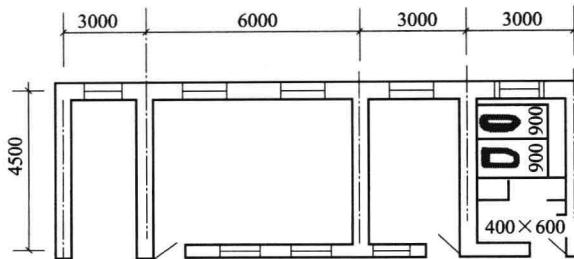

图 1-11 办公室平面图
**【例 1-11】** 某办公室平面图如图 1-11 所示，求办公室房间（不包括卫生间）整体面层工程量（做法：1:2.5 水泥砂浆面层厚 25mm，素水泥浆一道；C20 细石混凝土找平层厚 40mm；水泥砂浆踢脚线高 150mm）。